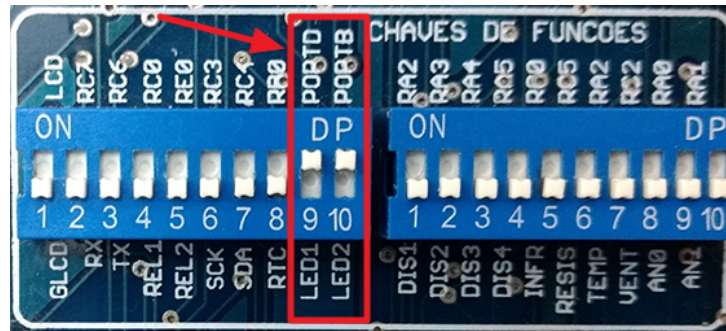

Figura 27: Configuração das chaves DIP.
**OBS 2:** Para execução do programa do exercício prático atente-se para que as chaves DIP do kit estejam configuradas da seguinte maneira: ligue a chave “LED1 - PORTD” e a chave “LED2 - PORTB” (posição “ON”) para que os LEDs das fileiras “1” e “2” operem. A Figura 27 exhibe a configuração das chaves.